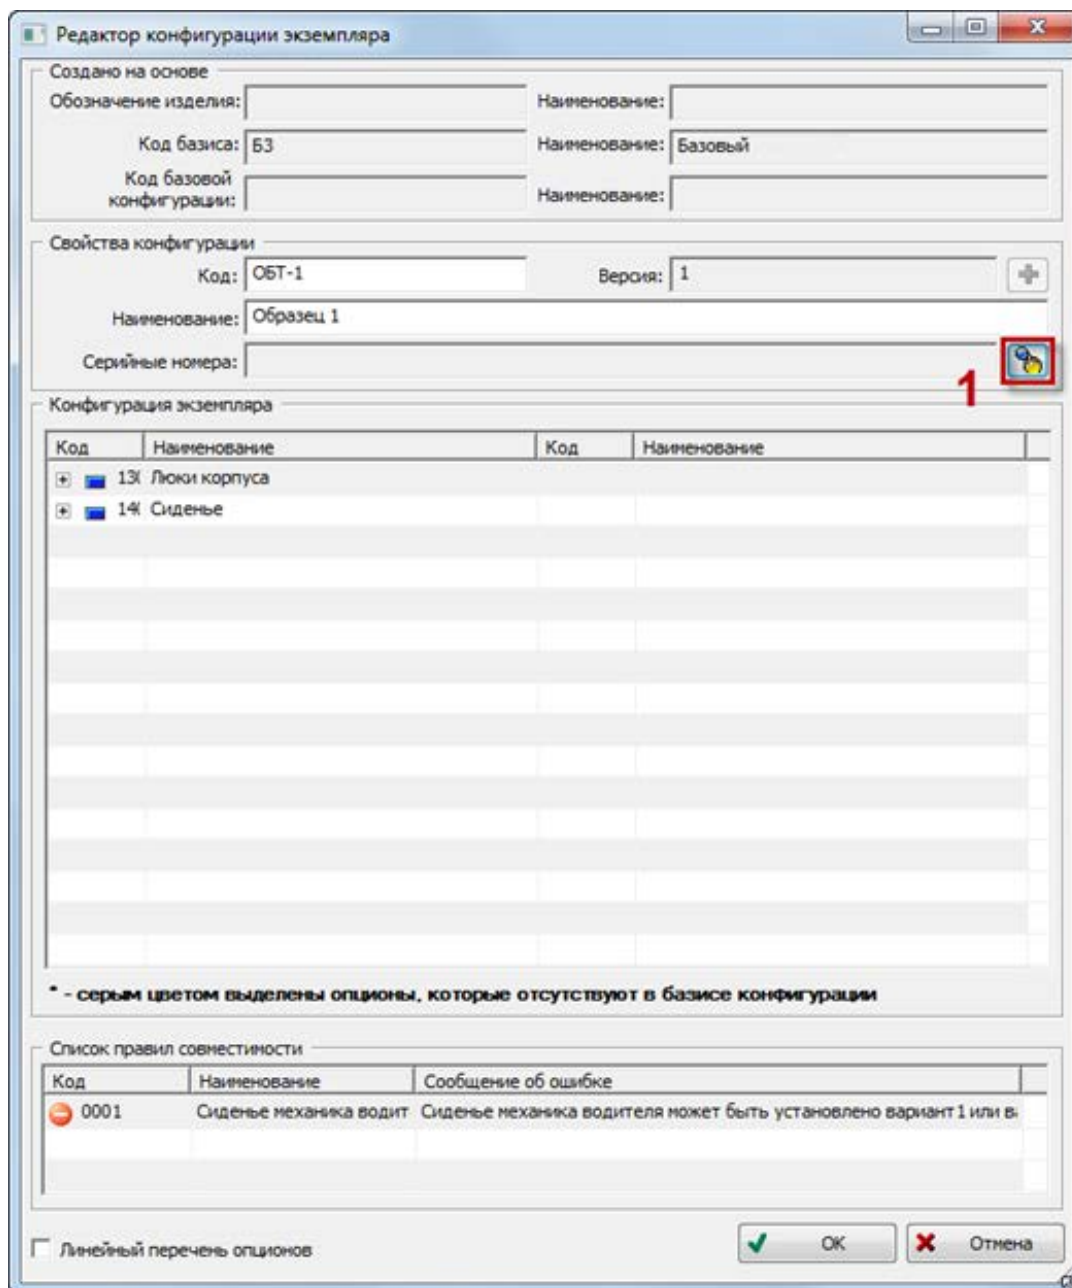
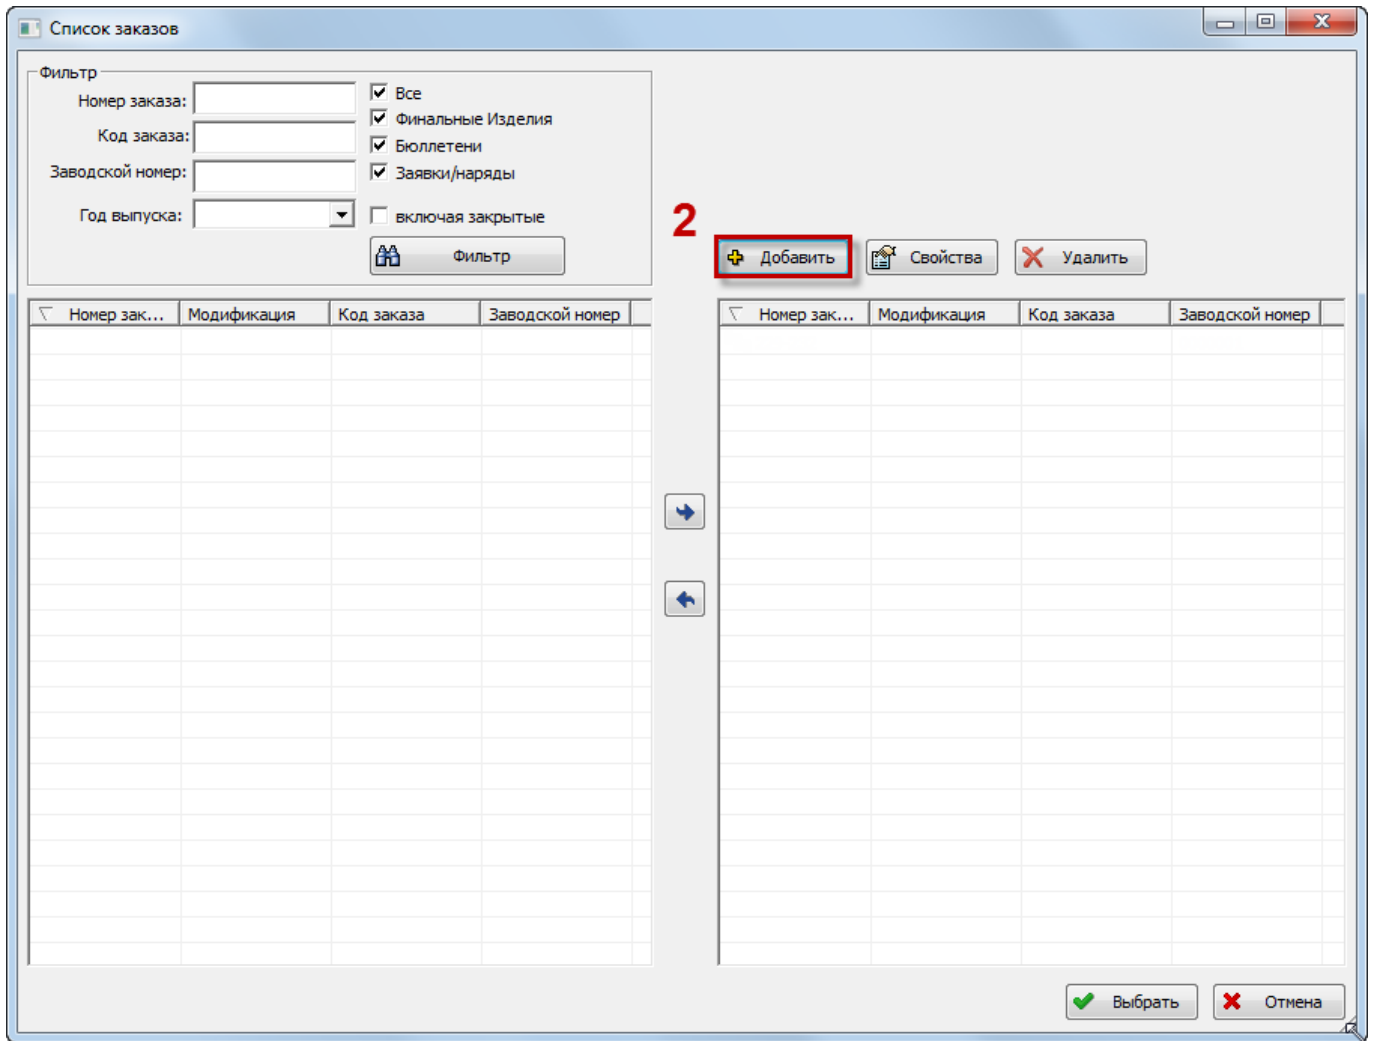
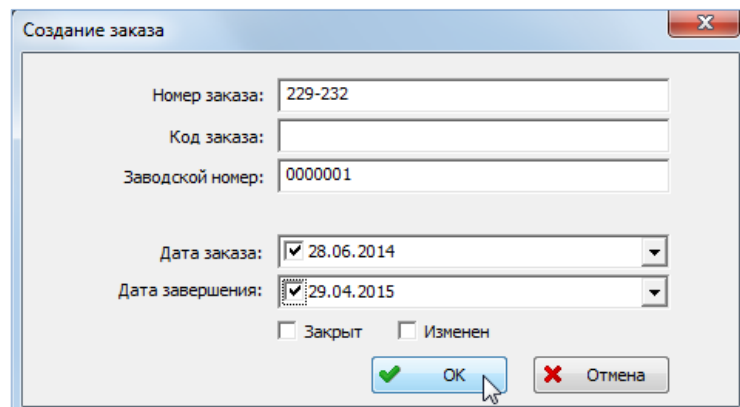

Рис. 13-75 – Ввести код и наименование конфигурации
Рис. 13-76 – Окно «Список заказов»
Рис. 13-77 – Окно создания заказа
4) Для ввода серийных номеров²⁹⁾ нажать кнопку справа от поля «Серийные номера» (1 на рис. 13-75). При этом откроется окно «Список заказов» (рис. 13-76).
5) В окне «Список заказов» нажать кнопку «Добавить» (2 на рис. 13-76). Откроется окно «Создание заказа» (рис. 13-77).